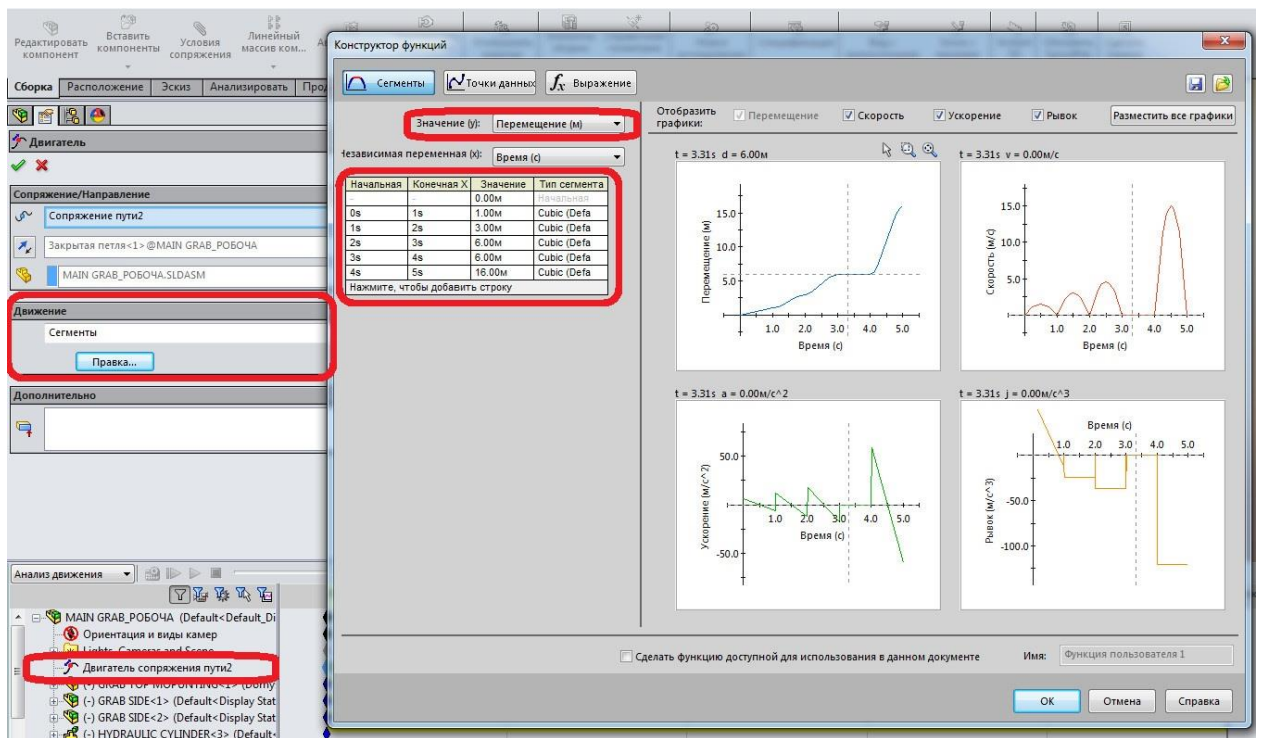

Рис. 3. Работа в интерфейсе конструктора функций
2. У розділі **Рух** виберіть **Сегменти** для елемента **Функція** (див. рис.3).